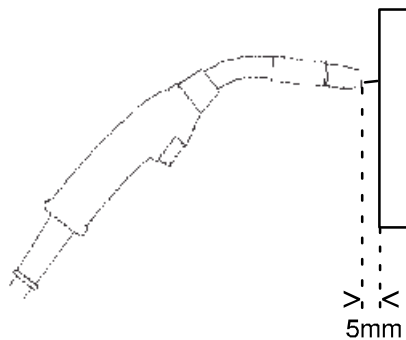

Fig. 1
- Cuando se coloca la antorcha a una distancia de aproximadamente 5 mm del pedazo de madera (fig. 1) el alambre debe patinar.